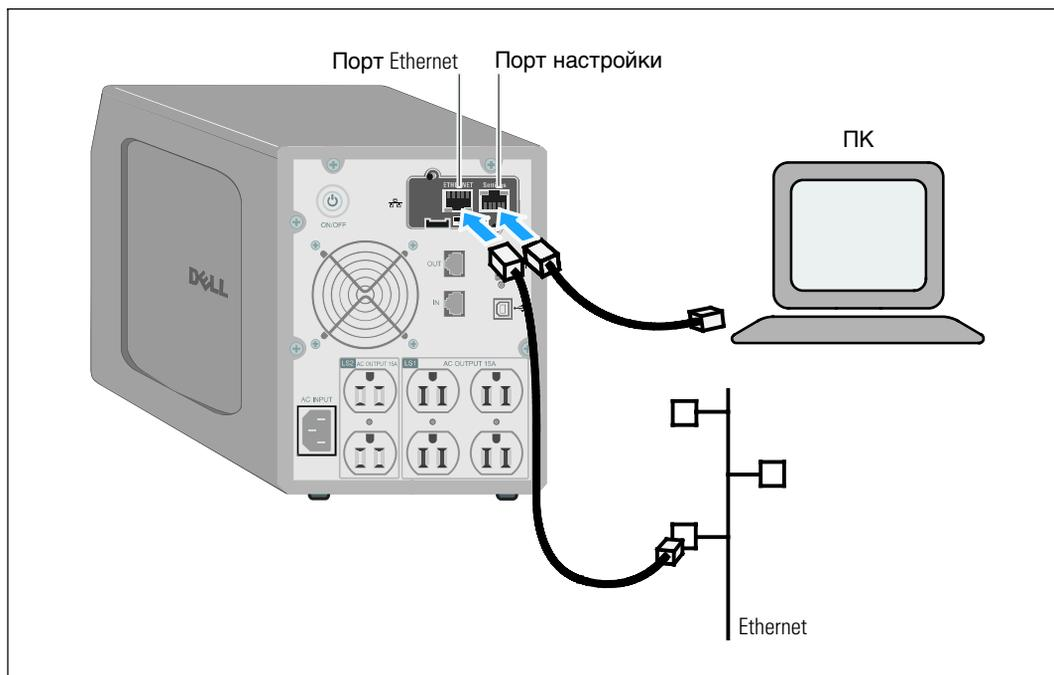

Рис. 5. Подключение карты
- 1 Вставьте конец прилагаемого конфигурационного кабеля RJ-45 в порт настройки на карте (см. Рис. 5).
- 3 Подключите активный кабель Ethernet (в комплект поставки не входит) к порту Ethernet на карте Программа управления ИБП Dell (см. Рис. 5).